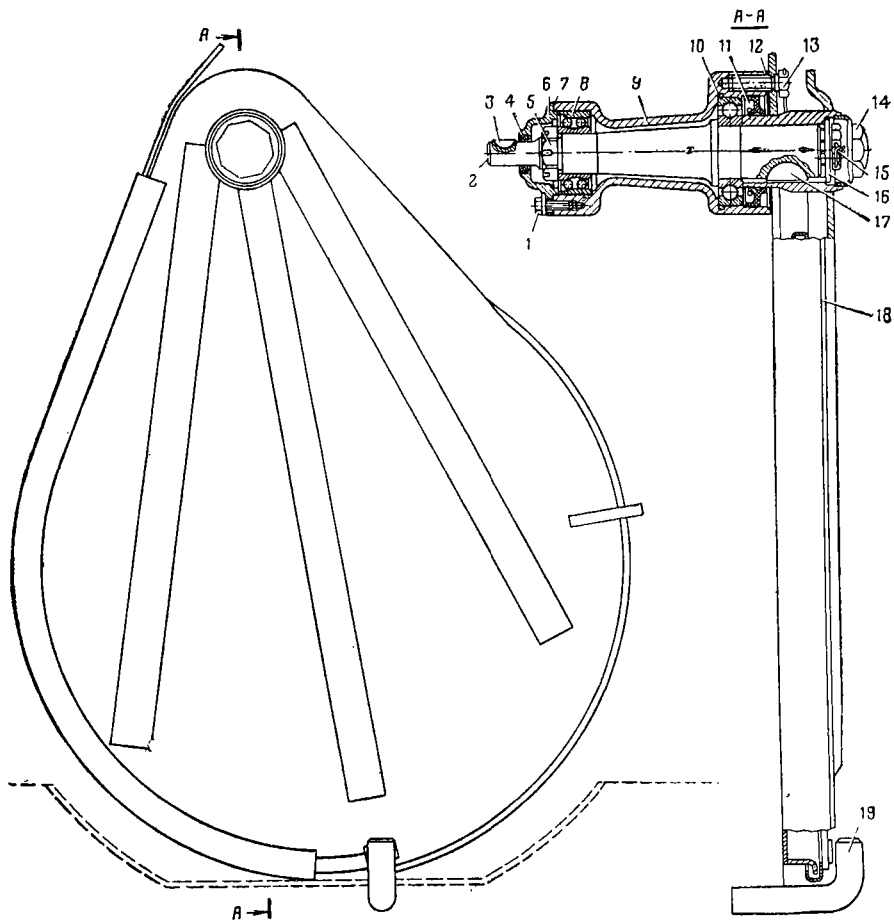

Рис. 80. Установка заслонки водометного движителя:
1. Вывернуть колпак 14 (рис. 80).
Технические требования на монтаж. Заслонка водометного движителя должна свободно поворачиваться из одного положения в другое на 95—115° и не должна иметь осевого люфта. При наличии осевого люфта его нужно устранить подтяжкой гайки 5 (рис. 80) валика 2.